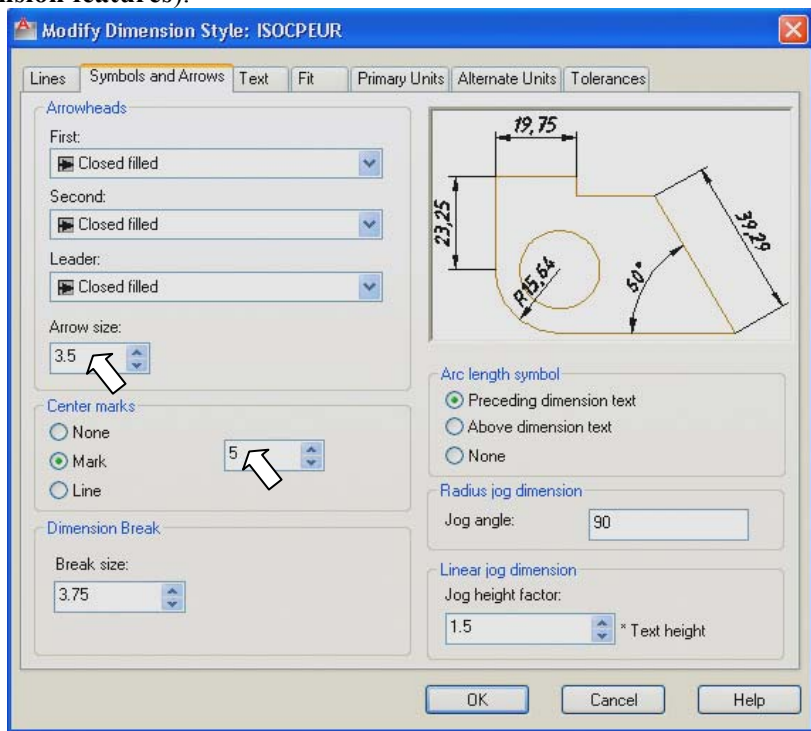

Рис. 3.17. Диалоговое окно **Modify Dimension Style** на вкладке **Symbols and Arrows** с установками нового размерного стиля **ISOCPEUR**
- На вкладке **Symbols and Arrows** (Символы и стрелки) (рис. 3.17) увеличьте длину стрелок в поле **Arrow size** (Размер стрелок) с 2,5 мм до 3,5 мм. **Mark** (Маркер центра) увеличить до 5 мм.